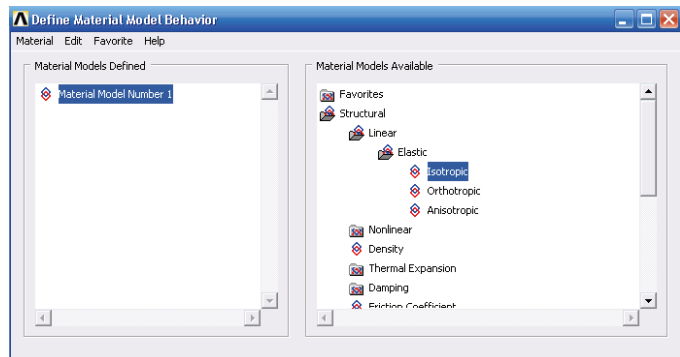
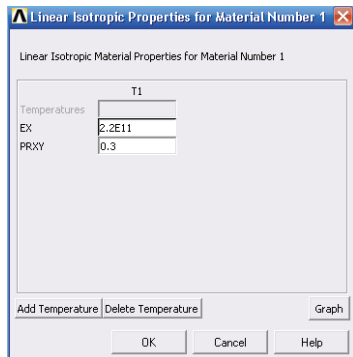

图 3-5 定义材料属性对话框
图 3-6 输入材料参数对话框
2) 在 Material Models Available 一栏中依次单击 Structural→Linear→Elastic→Isotropic 选项, 如图 3-5 所示, 出现 Linear Isotropic Properties for Material Number 1 对话框, 在 EX 输入栏中输入 2.2E11, 在 PRXY 输入栏中输入 0.3, 如图 3-6 所示, 单击 OK 按钮关闭该对话框。